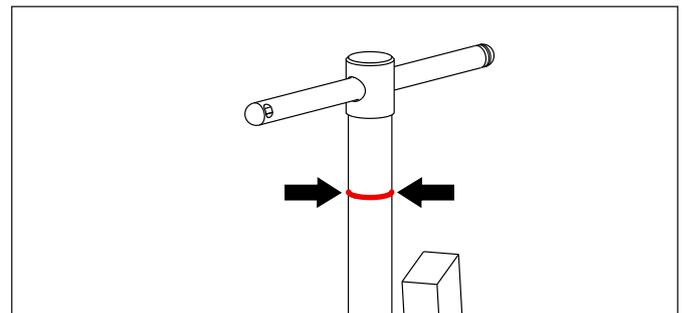

Рис. 4, Индикатор зацепления резьбы (красная полоса)
- После установки съемника на снимаемую деталь убедитесь, что виден индикатор зацепления резьбы. Расположение индикатора см. на Рис. 4. Если провернуть силовой винт по часовой стрелке на слишком большое количество оборотов, индикатор перестанет быть виден; это указывает на то, что длина зацепления резьбы недостаточна.